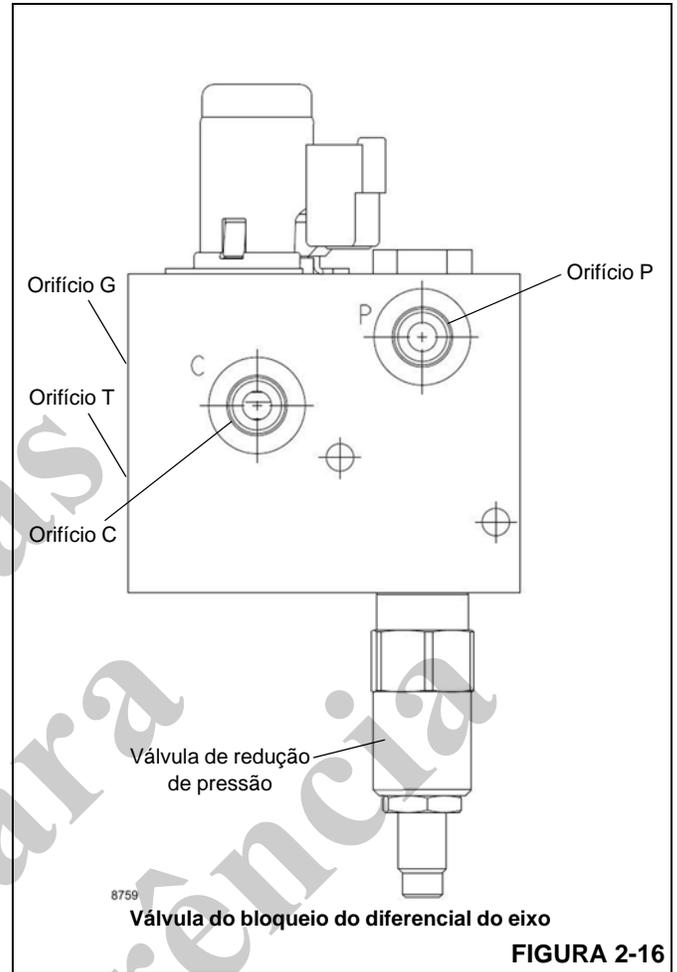

FIGURA 2-16
1. Instale um diagnóstico de verificação de pressão de desconexão rápida (Parker PD240) com manômetro no bico de teste do orifício G do coletor do acessório (consulte a Figura 2-16).
3. Gire a válvula de redução de pressão para fora aproximadamente duas (2) voltas e então para dentro aproximadamente duas (2) voltas até a posição de partida. Ajuste a válvula de redução de pressão para dentro para aumentar ou para fora para diminuir até que o manômetro indique 100 ± 20 psi ($7 \pm 1,5$ bar) (consulte a Figura 2-16).